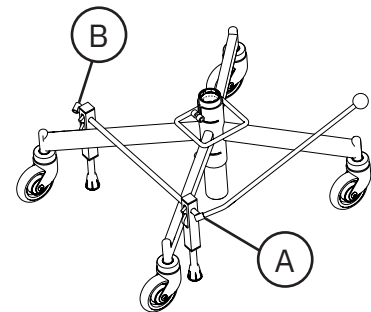

Abb. 5.10 Bremshebel
Der Bremshebel kann auf der rechten (A) oder linken (B) Seite des Gestells montiert werden, siehe Abb. 5.10.